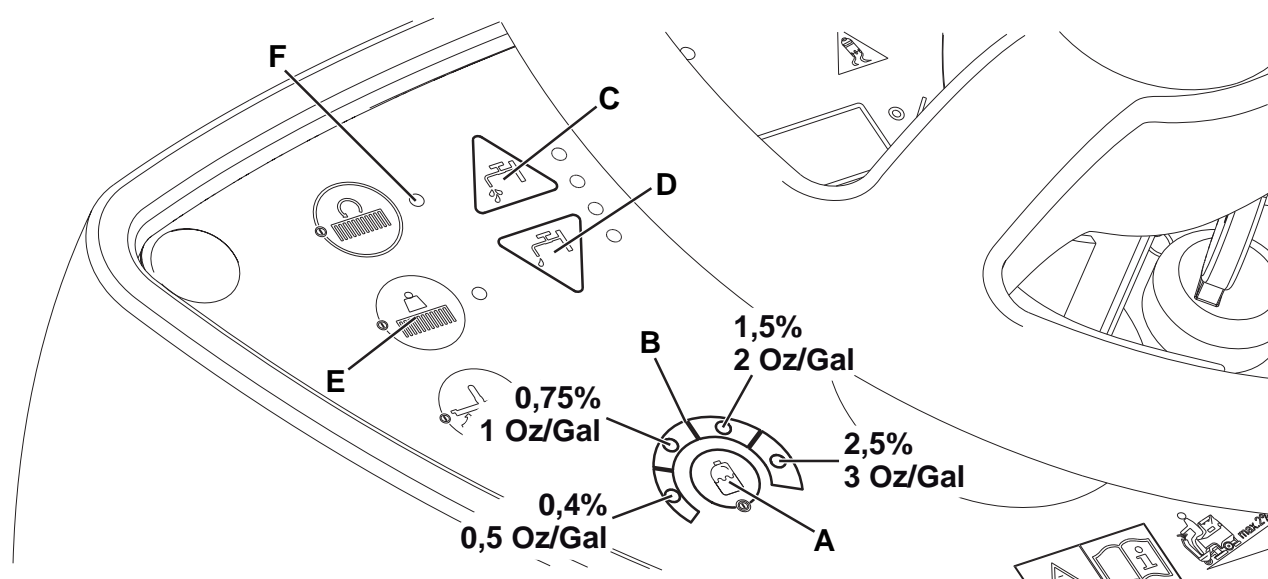

Figure 5
Le système pour le mélange du détergent à l'eau de lavage est activé en appuyant sur le bouton-poussoir de réglage du pourcentage de détergent (A, Fig. 5) : si un des DELS est allumé, le détergent est ajouté à l'eau de lavage.
1. La concentration de détergent moyenne varie en fonction de la DELS (B) allumée, comme le montre la figure 5.
2. Appuyer plusieurs fois sur l'interrupteur (A) pour changer la concentration de détergent jusqu'à atteindre la valeur désirée ou pour réduire à zéro la quantité de détergent (tous les DELS sont éteints).
1. En cas de sol particulièrement sale, il est possible d'augmenter la pression des brosses / plateaux support disque sur le sol, en appuyant sur l'interrupteur (E, Fig. 5).
2. Pour retourner au travail avec pression normale, appuyer à nouveau sur l'interrupteur (E).
- L'interrupteur (E) est activé seulement lorsque la tête (5 et 10) est baissée et le DEL (F) de l'interrupteur est allumé.